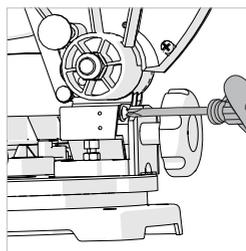

Fig. 10
- Allentare la vite dell'indicatore dell'angolo di inclinazione mediante un cacciavite a croce n. 2. **(Fig. 10)**